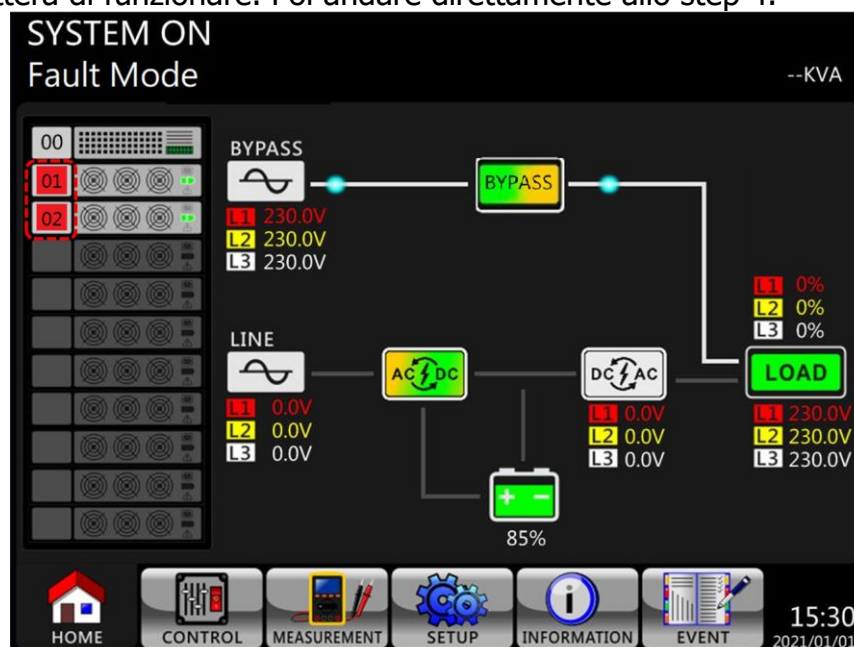

Figura 7-1 Schermata modulo di potenza in modalità errore
1. Se si verifica un guasto sui moduli, il colore di sfondo che rappresenta il modulo cambierà da bianco a rosso come in Figura 7-1. Le informazioni di errore sono disponibili nella pagina eventi. A questo punto, l'inverter in modalità guasto si spegne e interrompe anche l'uscita. Smetterà di funzionare. Poi andare direttamente allo step 4.